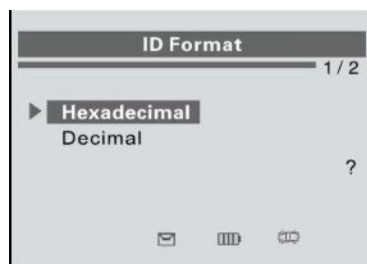

Рисунок 2-5
2) В окне **ID Format** [Формат идентификатора] с помощью **кнопок прокрутки вверх/вниз** выберите требуемый формат идентификатора. См. рисунок 2-5.